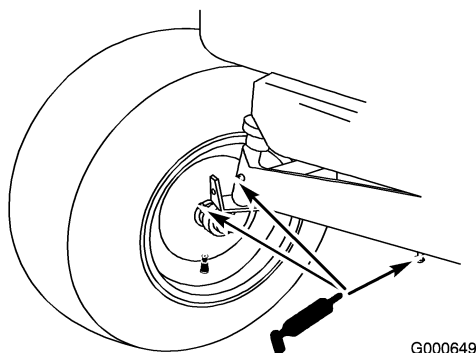

Figura 29
1. Lubrificate le ruote anteriori e i fuselli finché il grasso non inizia a fuoriuscire dai cuscinetti (Figura 29).
2. Lubrificate il perno del ponte anteriore (Figura 29).